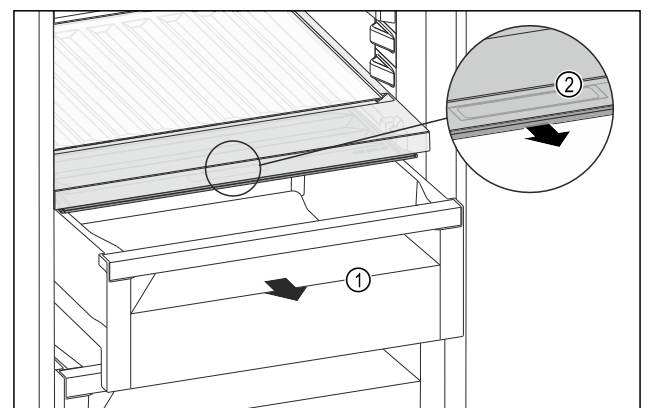

Fig. 120
- ▶ Витягніть висувний ящик Fig. 120 (1).
- ▶ Візьміться за потайну ручку Fig. 120 (2) на кришці відділення й одночасно потягніть кришку відділення вперед.